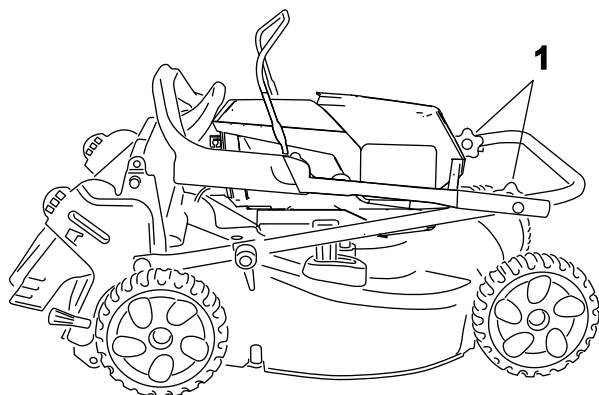

Figura 21
3. Gire el manillar entero hacia adelante (Figura 21).